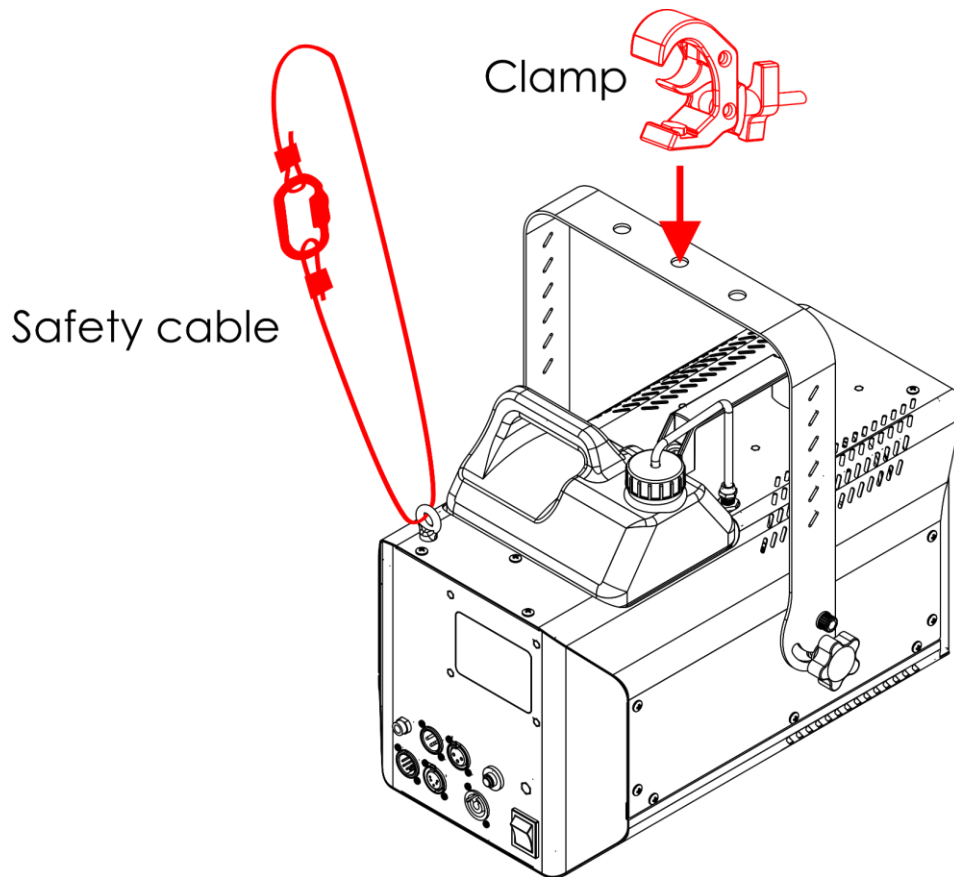

Fig. 05
- 01) Gebruik een klem om het apparaat aan de draagconstructie te bevestigen, zoals getoond in Fig. 05. Zorg ervoor dat het apparaat niet vrij kan bewegen.
- 02) Zet het apparaat vast met een secundaire ophanging, bijvoorbeeld een veiligheidskabel. Zorg ervoor dat de secundaire ophanging 10 keer het gewicht van het apparaat kan dragen. Indien mogelijk moet de secundaire ophanging worden bevestigd aan een draagconstructie die onafhankelijk is van de primaire ophanging. Steek de veiligheidskabel door het **veiligheidsoog (16)**, zoals getoond in Fig. 05.